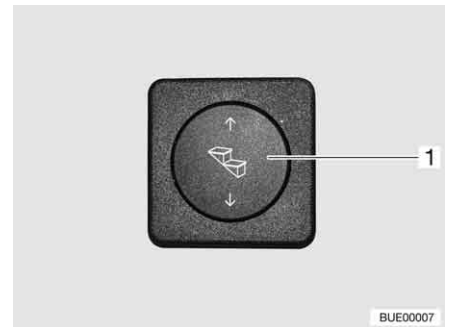

Fig. 7 Bouton poussoir marche-pied
- Appuyer sur le bas du bouton-poussoir basculant (Fig. 7,1) et le maintenir pressé (pendant au moins 3 secondes) jusqu'à ce que le marche-pied soit entièrement sorti.
- Appuyer sur le bouton-poussoir basculant (Fig. 7,1) vers le haut jusqu'à ce que le marche-pied soit entièrement ressorti.